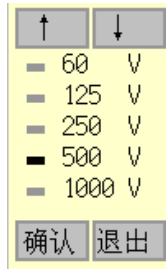

图 4.13 发射电压选择
15. 发射电压：发射探头的激励电压，按确认键弹出图 4.13 所示的发射电压选择界面，一共有 5 档，分别为 65V、125V、250V、500V、1000V，发射电压越大，发射能量越强，一般的小构件或信号比较强时选择低发射电压，大构件或信号比较弱选择高发射电压。默认发射电压为 500V。发射电压的选择与采